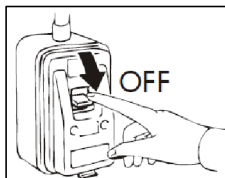

Fig.5
- * Certifique-se de que a rede da conexão elétrica esteja desligada (Tirar o plugue da tomada) (Fig.5/6)